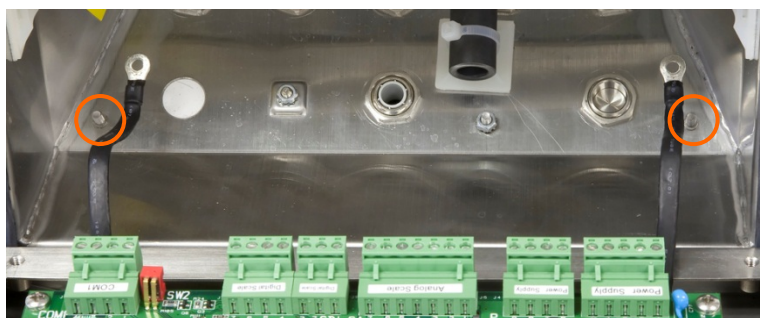

Figura 3-12: Prisioneiros adicionais como fixação adicional da tampa
- C. Gire com cuidado a tampa dianteira de 180 graus e fixe novamente as fitas de aterramento aos dois prisioneiros nos lados opostos do alojamento indicados na Figura 3-12, próximos das buchas de agarre que foram removidas na etapa anterior. Aperte as duas porcas.